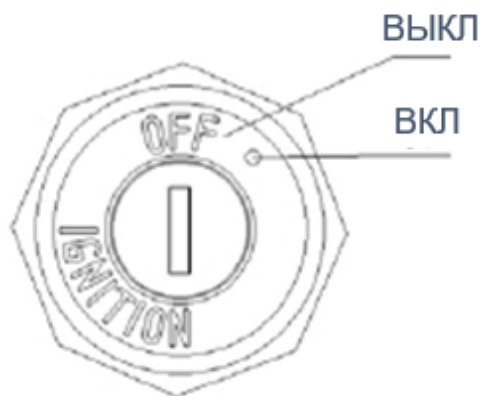

Рисунок 3.
- Вставьте ключ в замок включения питания и поверните его по часовой стрелке в положение «ВКЛ» (рис.3);